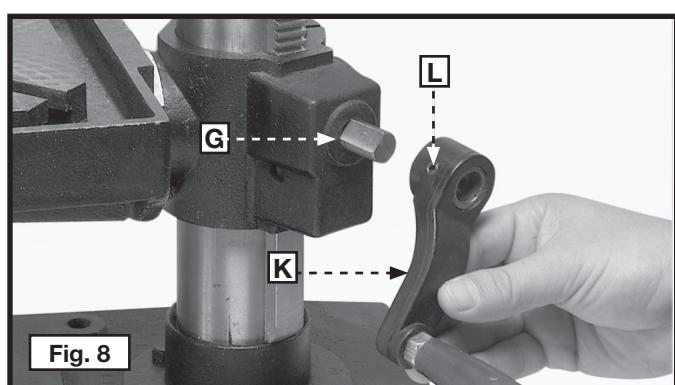

Fig. 8
- Coloque el mango de ajuste del banco (K), Fig. 8 en el eje del engranaje de tornillo sin fin (G). Apriete el tornillo (L) contra la parte plana del eje.